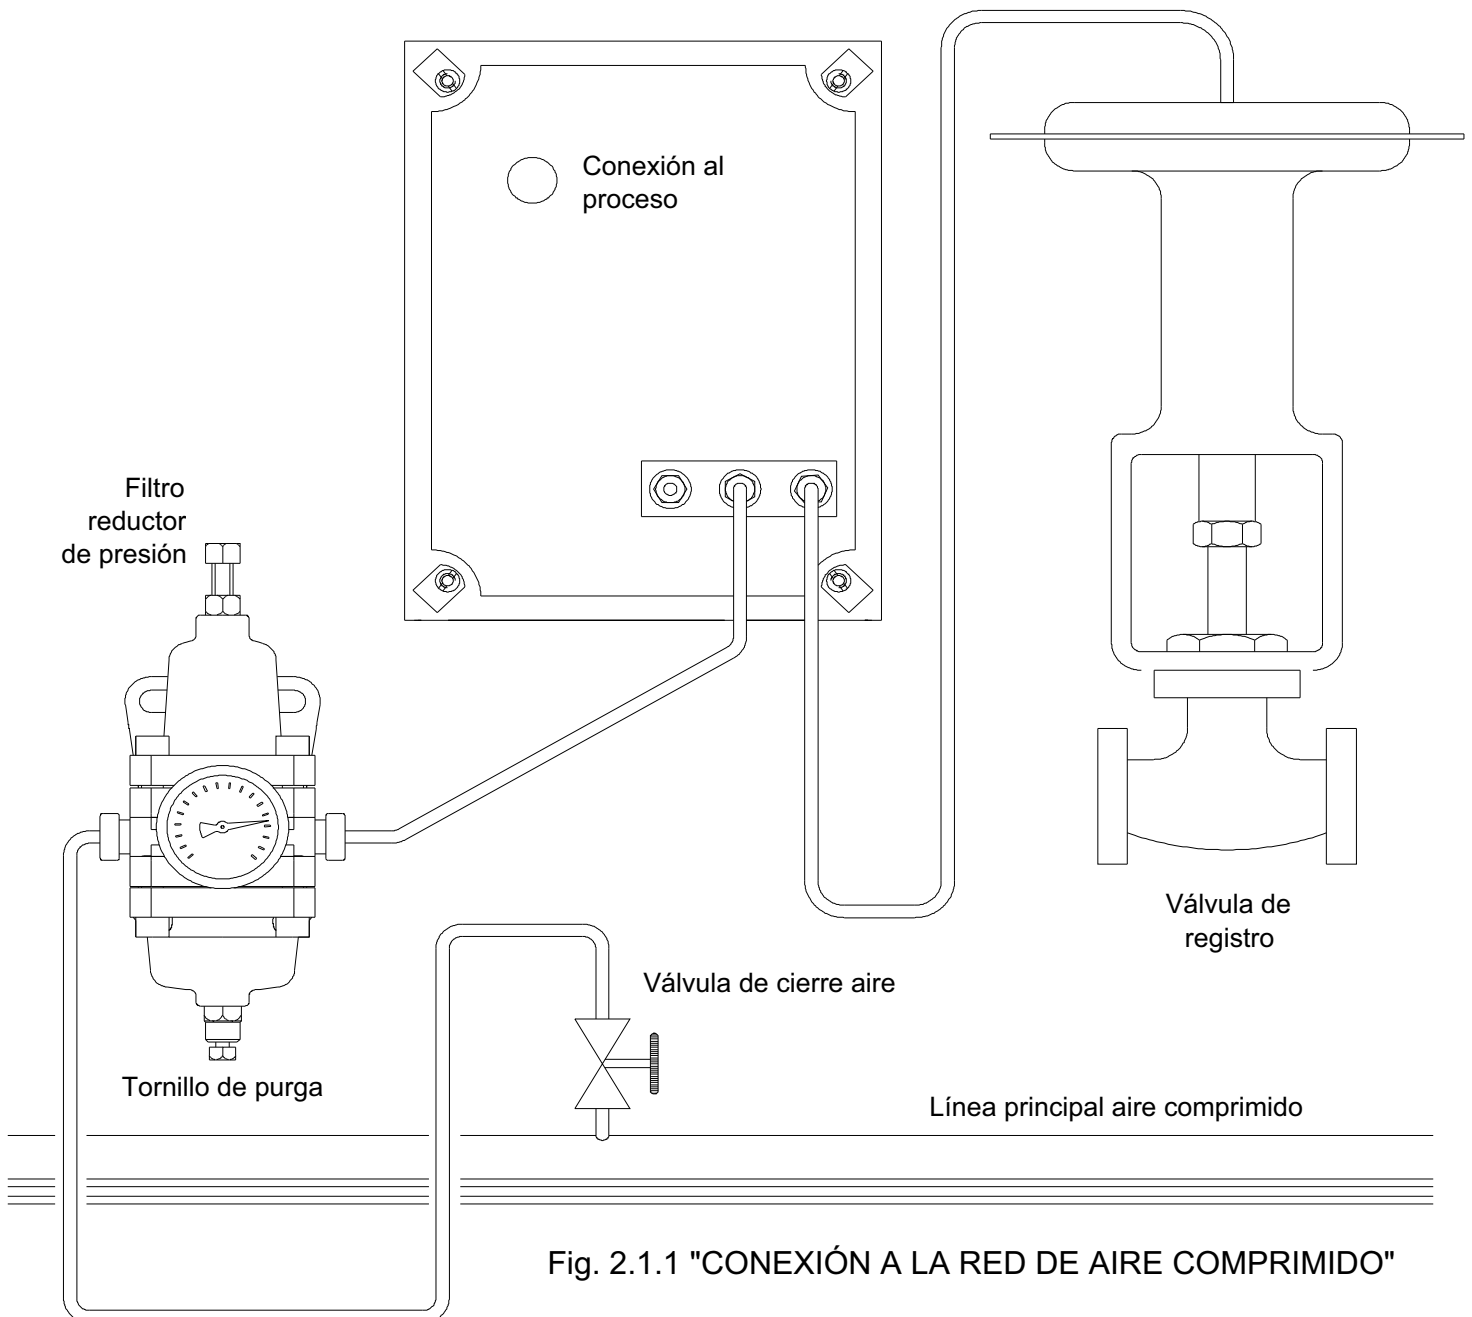
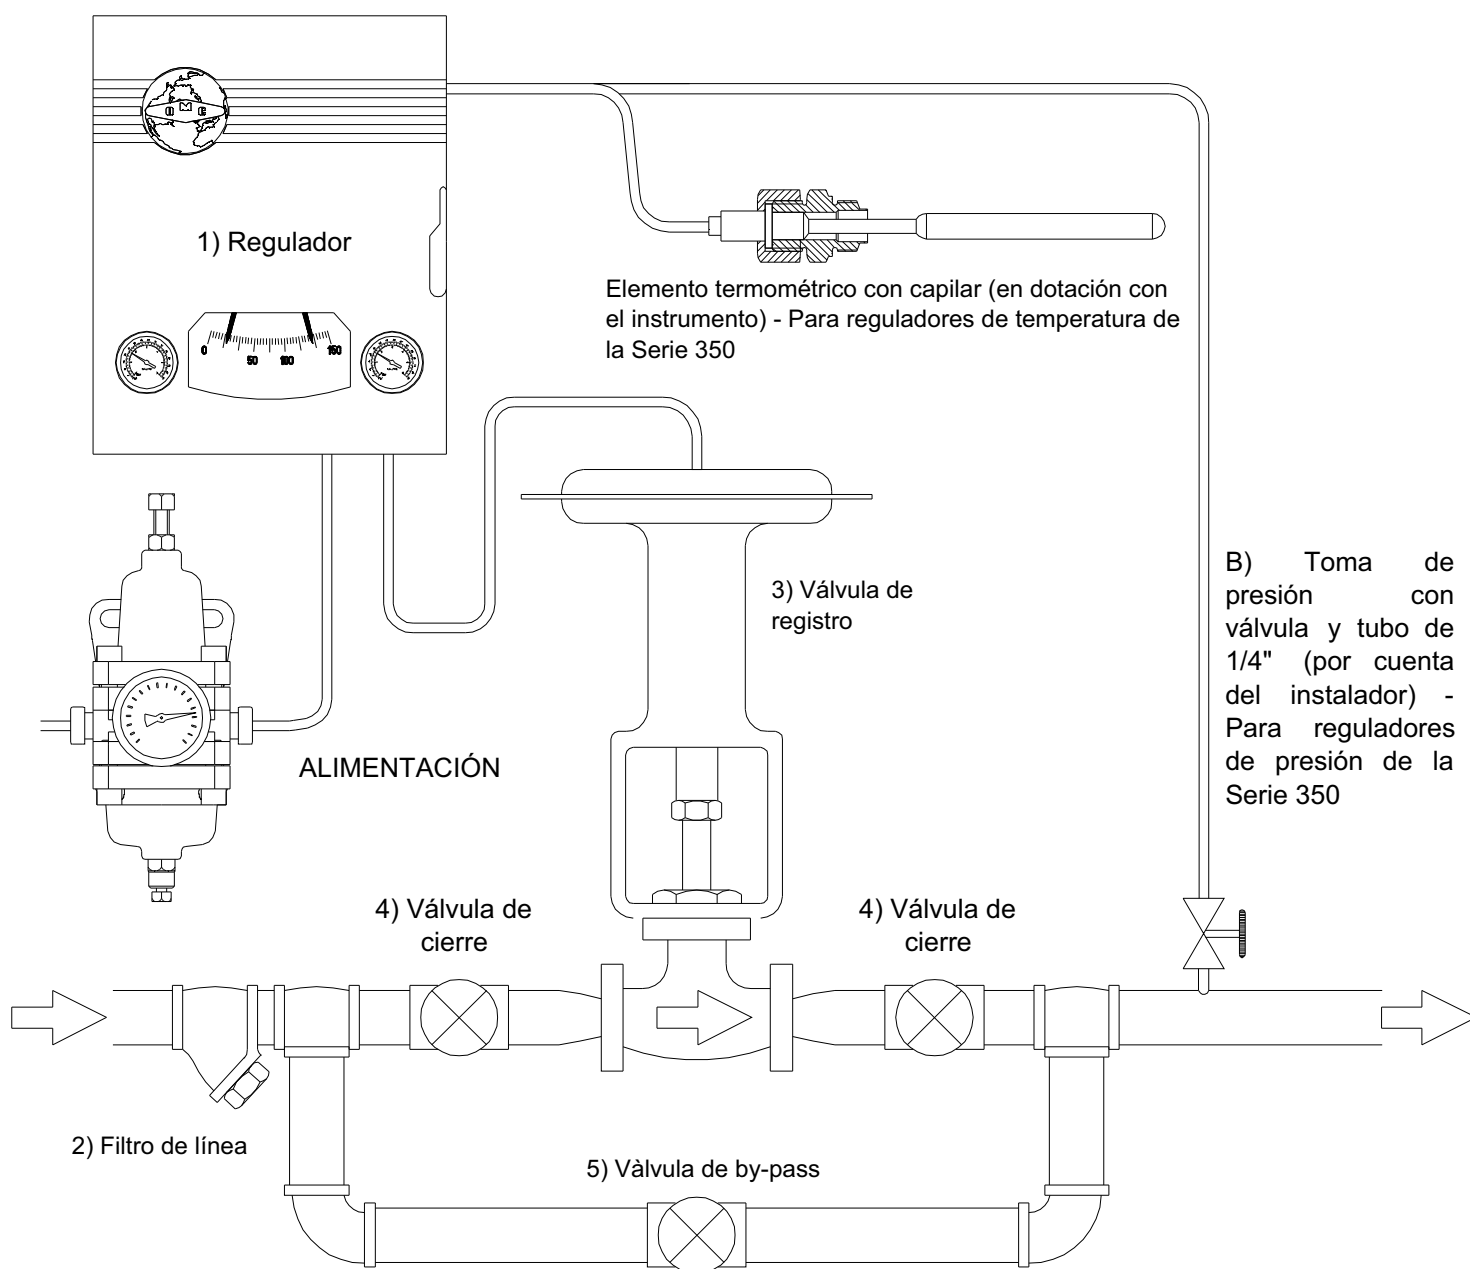

Fig. 2.1.1 "CONEXIÓN A LA RED DE AIRE COMPRIMIDO"
Fig. 2.2.1 "CONEXIÓN A LA VÁLVULA DE REGISTRO"
### 2.1. CONEXIÓN A LA RED DE AIRE COMPRIMIDO (Fig. 2.1.1)
## 2.2. CONEXIÓN A LA VÁLVULA DE REGISTRO (Fig. 2.2.1)
**C** - Abrir completamente las válvulas de cierre situadas antes y después de la válvula de registro, verificando que la válvula de by-pass esté cerrada (ver Fig. 2.2.1)
**A** - Alimentar el aparato con aire a 20 psi ( $\pm 1.5$ ), y abrir el tornillo de purga del filtro reductor de presión (ver Fig. 2.1.1), hasta descargar completamente eventuales condensaciones.
**B** - Actuando sobre el botón de "Set-Point" (25), posicionar el indicador rojo (22) del regulador sobre el valor deseado.
**C** - Girar la banda proporcional (10) al 0%, asegurándose que la acción del instrumento sea la requerida (DIRECT = señal de salida directamente proporcional a la variable regulada; REVERSE = señal de salida inversamente proporcional a la variable regulada).
**D** - Si la válvula de registro (3) está provista de válvula de by-pass (5), controlar que ésta última esté bien cerrada y que la válvula de cierre aguas abajo (4) esté completamente abierta (ver Fig.2.2.1).
**E** - Abrir lenta y completamente la válvula de cierre aguas arriba de la válvula de registro (4, Fig. 2.2.1).
**A** - Alimentar el equipo con aire a 20 psi ( $\pm 1.5$ ) y abrir el tornillo de purga del filtro reductor de presión (ver Fig. 2.1.1), hasta descargar completamente eventuales condensaciones.
**C** - Girar la banda proporcional (10) al 20%, verificando que la acción del instrumento sea la requerida (DIRECT = señal de salida directamente proporcional a la variable regulada; REVERSE = señal de salida inversamente proporcional a la variable regulada).
**H** - Por lo general sucede que el indicador negro de medición no coincide perfectamente con el indicador rojo del valor deseado. Para eliminar la diferencia, girar ligeramente el piñón de ajuste manual (14).
**B** - Abrir la válvula (48) de acción integral, girándola en sentido horario. Actuando sobre el botón de "Set-Point" (25), desplazar el indicador rojo (22) del regulador hasta llevar el manómetro de la señal de salida (21) a un valor de 9 psi. Cerrar completamente la válvula (48), girándola en sentido anti-horario hasta el tope.
**C** - Actuando de nuevo sobre el botón de "Set-Point" (25), posicionar el indicador rojo (22) del regulador en el valor deseado.
**D** - Girar la banda proporcional (10) al 20%, asegurándose que la acción del instrumento sea la requerida (DIRECT = señal de salida directamente proporcional a la variable regulada; REVERSE = señal de salida inversamente proporcional a la variable regulada).
**E** - Si la válvula de registro (3) está provista de válvula de by-pass (5), controlar que ésta última esté bien cerrada, y que la válvula de cierre aguas abajo (4) esté completamente abierta (ver Fig.2.2.1).
**F** - Abrir lenta y completamente la válvula de cierre aguas arriba de la válvula de registro (4, Fig. 2.2.1).
**I** - Por lo general sucede que el indicador negro de medición no coincide perfectamente con el indicador rojo del valor deseado. Para eliminar la diferencia, abrir gradualmente la válvula (48) de acción integral hasta obtener la sobreposición de los indicadores, y causar artificialmente una perturbación desplazando rápidamente el indicador rojo de Set-Point; si el indicador negro empieza a oscilar, cerrar lentamente la válvula (48) para atenuar la pendulación, hasta que los dos indicadores se superpongan. Causar nuevamente una perturbación y verificar la pendulación del indicador negro: de ser necesario, volver a actuar sobre la válvula (48) y repetir el control.
**A** - Abrir la válvula de acción derivativa girando el botón (53) en sentido horario hasta el tope.
**B** - Alimentar el equipo con aire a 20 psi ( $\pm 1.5$ ) y abrir el tornillo de purga del filtro reductor de presión (ver Fig. 2.1.1), hasta descargar completamente eventuales condensaciones.
**C** - Abrir la válvula de acción integral girando el botón (48) en sentido horario. Actuando sobre el botón de "Set-Point" (25), desplazar el indicador rojo (22) del regulador en manera de llevar el manómetro de la señal de salida (21) a un valor de 9 psi. Cerrar completamente la válvula (48), girándola en sentido anti-horario hasta el tope.
**D** - Actuando de nuevo sobre el botón de "Set-Point" (25), posicionar el indicador rojo (22) del regulador en el valor deseado.
**E** - Girar la banda proporcional (10) al 20%, verificando que la acción del instrumento sea la requerida (DIRECT = señal de salida directamente proporcional a la variable regulada; REVERSE = señal de salida inversamente proporcional a la variable regulada).
**F** - Si la válvula neumática (3) está provista de válvula de by-pass (5), controlar que ésta última esté bien cerrada y que la válvula de cierre aguas abajo (4) esté completamente abierta (ver Fig.2.2.1).
**G** - Abrir lenta y completamente la válvula de cierre aguas arriba de la válvula (4, Fig. 2.2.1).
**L** - Por lo general sucede que el indicador negro de medición no coincide perfectamente con el indicador rojo del valor deseado. Para eliminar la diferencia, abrir gradualmente la válvula de acción integral (48) hasta lograr la sobreposición de los indicadores, y causar artificialmente una perturbación desplazando rápidamente el indicador rojo de Set-Point; si el indicador negro comienza a oscilar, cerrar lentamente la válvula (48) para atenuar la pendulación hasta que los dos indicadores se superpongan. Volver a causar una perturbación y verificar la pendulación del indicador negro: de ser necesario, volver a actuar sobre la válvula (48) y repetir el control. Si durante esta operación el manómetro (21) indica valores inferiores a 4 psi o superiores a 12 psi, cerrar gradualmente la válvula de acción derivativa (53), hasta que durante la regulación los valores vuelvan a quedar en el rango 4÷12 psi.
**A** - Alimentar el equipo con aire a 20 psi ( $\pm 1.5$ ), y abrir el tornillo de purga del filtro reductor de presión (ver Fig. 2.1.1), hasta descargar completamente eventuales condensaciones.